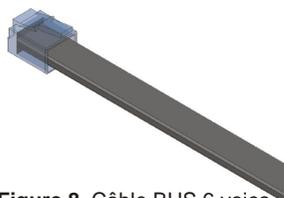

Figure 8. Câble BUS 6 voies
- 1 faisceau bus 6 voies (Figure 8.)